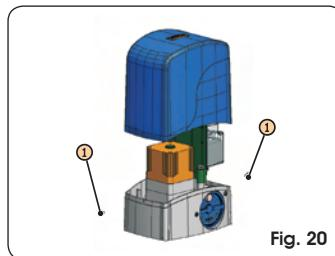

Fig. 20
Ramener le support de la platine dans la position d'origine. Introduire le carter de protection, Fig. 20, et serrer les deux vis latérales fournies, Fig. 20 réf. ①.